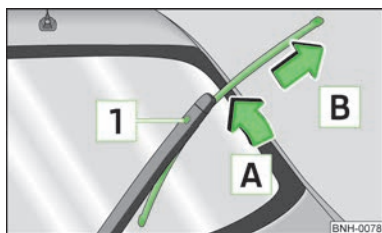

Fig. 30
- Ridicați brațul ștergătorului de lunetă de pe lunetă și basculați puțin lamela ștergătorului de lunetă în sensul brațului ștergătorului de lunetă, săgeata **A** » fig. 30.